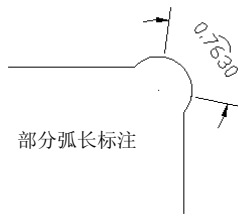

图 4-51 部分弧长标注
(3) “部分”选项主要用来缩短弧长标注的长度，即将对应于选中弧线对象的标注修改为只标注部分弧长，如图 4-51 所示，“部分”选项处于选中状态时，按命令行提示指定圆弧上弧长标注的起点和终点，指定部分弧长标注后，命令行将再次提示“弧长标注位置”。